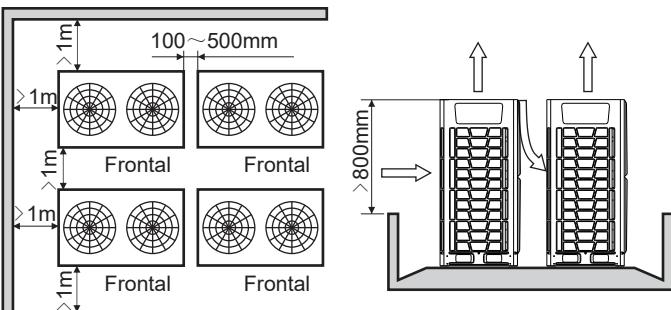

Fig. 3.12 2 filas
4) Quando o unidade Estrangeiro São saiba mais Alta O que o O que o envolventes e se forem dispostas em 2 linhas, ver Fig.3.12.